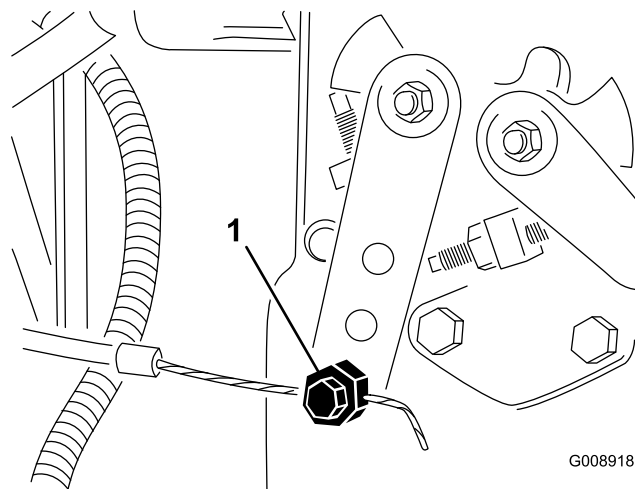

Figura 68
2. Desaperte o dispositivo de ligação do cabo do regulador na alavanca da bomba de injeção (Figura 68).